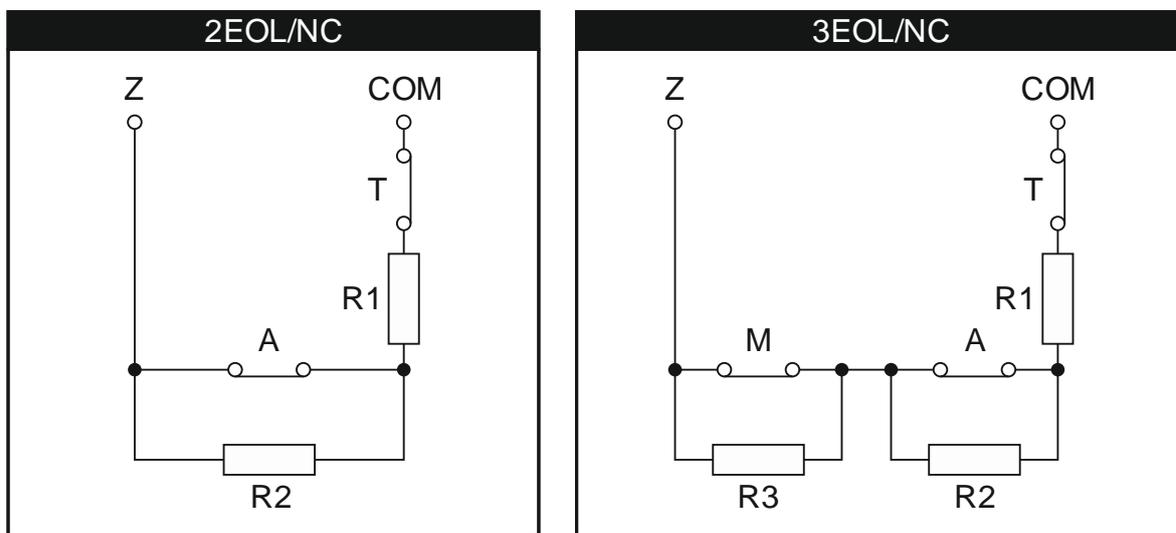

Abb. 9. Nummerierung der Abschlusswiderstände (gleich für einen NO-Melder).
**INTEGRA:** Parameter der Abschlusswiderstände bestimmt man für die Meldelinien im einzelnen Bedienteil. Der Widerstandswert R1 und R2 ist einstellbar (die Nummerierung der Widerstände ist in der Abb. 9 angezeigt). Man kann die Werte von 500 Ω bis 15 kΩ einstellen. Der gesamte Abschlusswiderstandswert (R1+R2) darf nicht 15 kΩ überschreiten. Für den Widerstand R2 kann man den Wert 0 einstellen. Jedoch in diesem Fall muss der Wert von 2EOL Widerstände der Hälfte des für den Widerstand R1 eingestellten Wertes gleich sein (der einzelne Widerstand darf nicht kleiner als 500 Ω sein). Werkseinstellung: